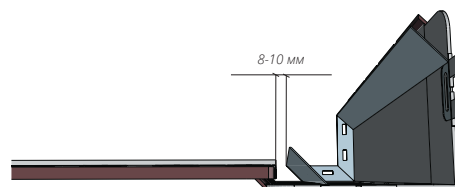

Рисунок 98
- 18.1** Фактурные углы можно монтировать до монтажа фасадных панелей, либо по окончании монтажа каждого ряда панелей, либо по окончании монтажа всей стены. Зазор между панелью и углом должен быть 8 -10 мм (Рис. 98).